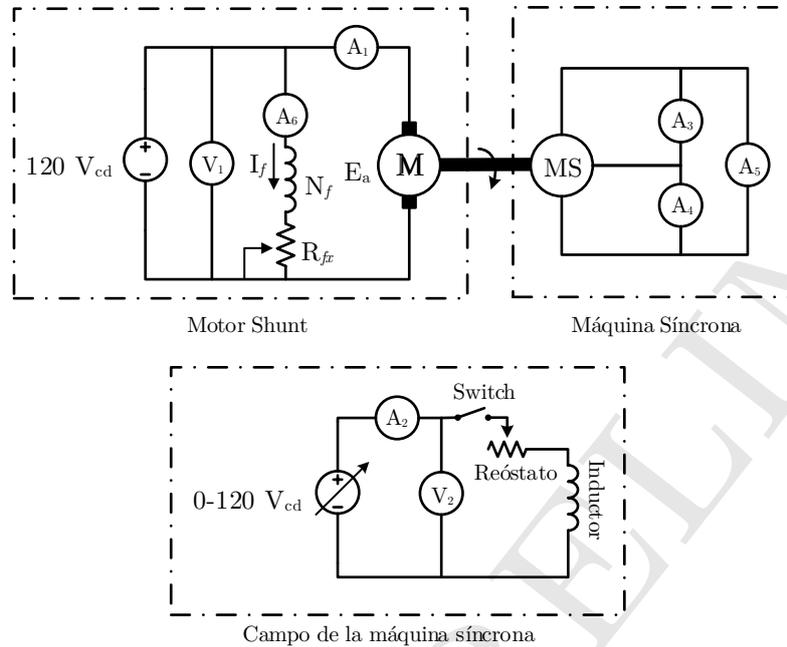

Figura 2: Prueba de cortocircuito.
- 1) Armar el circuito mostrado en la Figura 2, realizando un cortocircuito a través de los amperímetros en las terminales de la máquina síncrona la cual está conectada en Y-Y. El devanado de campo de la máquina síncrona debe estar abierto tal que la excitación sea cero.